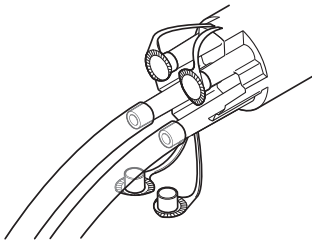

Abbildung 4 Schläuche am Sammelrohr anbringen
3. Absaugschläuche an den Anschlüssen des Sammelrohrs anbringen (Abbildung 4). Nach Bedarf Absaugschläuche von 5/16 Zoll (7,9 mm) Innendurchmesser bzw. Absaugschläuche von 1/4 Zoll (6,4 mm) Innendurchmesser mit einem 5/16-Zoll-Adapter (7,9 mm) verwenden.